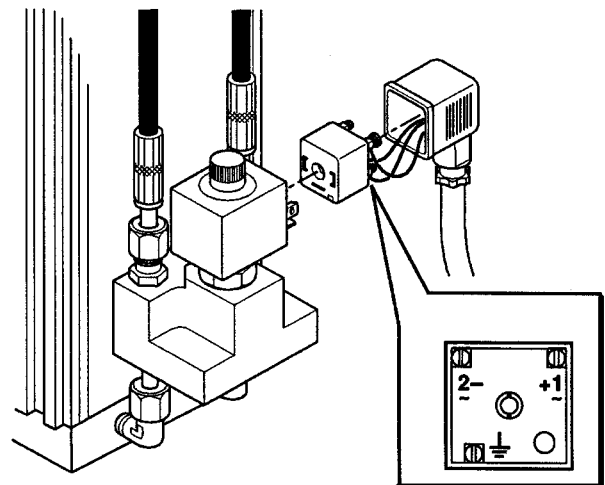

Fig. 4
- 6 Effettuare il collegamento elettrico (fig. 4).
- 6 Make the electrical connections (fig. 4).
- 6 Réaliser les branchements électriques (fig.4).
- 6 Den elektrischen Anschluß herstellen (Abb. 4)
- 6 Efectuar la conexión eléctrica (fig. 4).